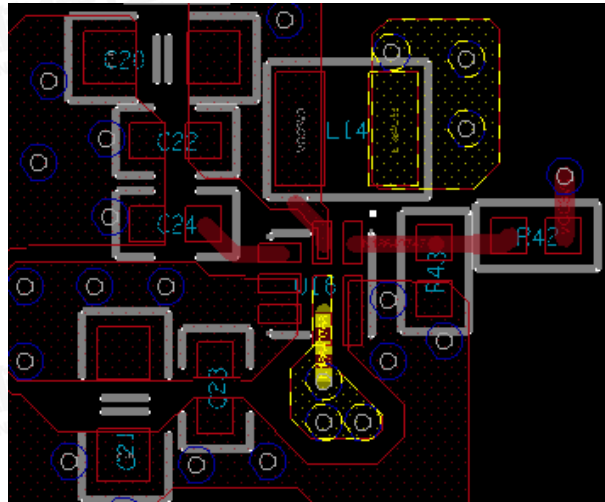

图 12 电源模块 PCB 设计示意图
- b) 电源模块的布局布线严格参照电源芯片手册，输入电容 C21 和 C23、L14、R43 和 R42 均需靠近芯片引脚放置，LX 引脚采用铜皮连接，反馈电阻 R43 和 R42 不能太靠近 LX 信号放置，具体参照图 12。